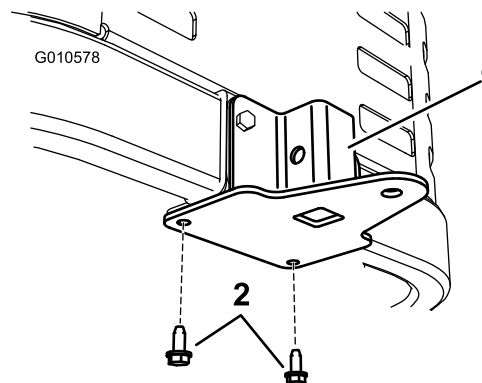

Figura 11
2. Assicurate la staffa di supporto alla parte inferiore del telaio della macchina con due viti autofilettanti (5/16 x 3/4 pollice), montate da sotto come illustrato nella Figura 11.